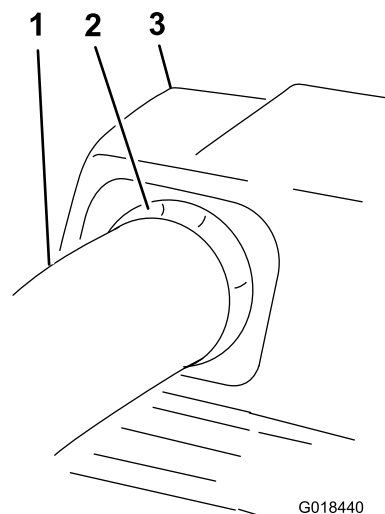

Figura 29
20. Malo izvucite gornju cev tako da zaptivka bude ispupčena prema spolja i preko sklopa duvača (Figura 29).